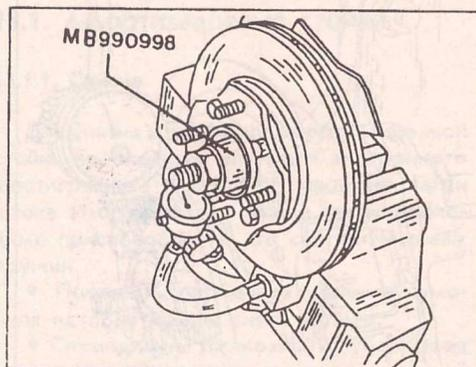

Рис. 199.
- Определить момент предварительной затяжки подшипника. Для этого из суммарного полученного момента вычесть начальный момент. Разница должна составить 0–130 Нсм. Если разница составляет ноль, необходимо замерить осевой люфт ступицы колеса. Для этого установить индикатор на ступицу так, как показано на рис. 199 (стяжной болт находится при этом еще в ступице) и подвигать ступицу вперед и назад. Люфт не должен превы-
- Определить момент предварительной затяжки. Для этого из суммарного момента вычесть момент трения. Разница должна составлять 0–180 Нсм. Если разница составляет ноль, необходимо замерить осевой люфт ступицы колеса. Для этого установить индикатор на ступицу так, как показано на рис. 199 (стяжной болт находится при этом еще в ступице) и подвигать ступицу вперед и назад. Люфт не должен превышать 0,2 мм.